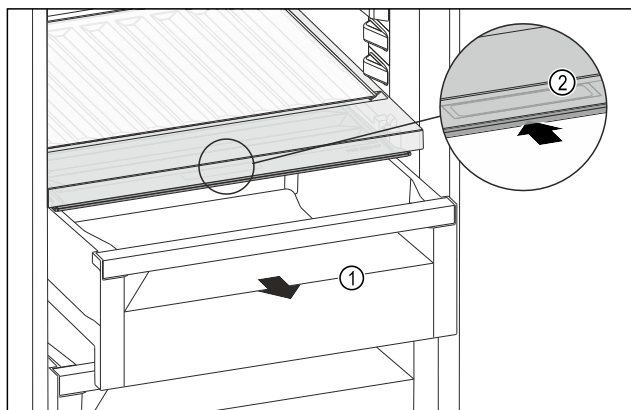

Fig. 145
- ▶ Zásuvku Fig. 145 (1) vytáhněte.
- ▶ Uchopte prohlubeň pro rukojeť Fig. 145 (2) na víku zásuvky a současně zasuňte víko zásuvky směrem dozadu.